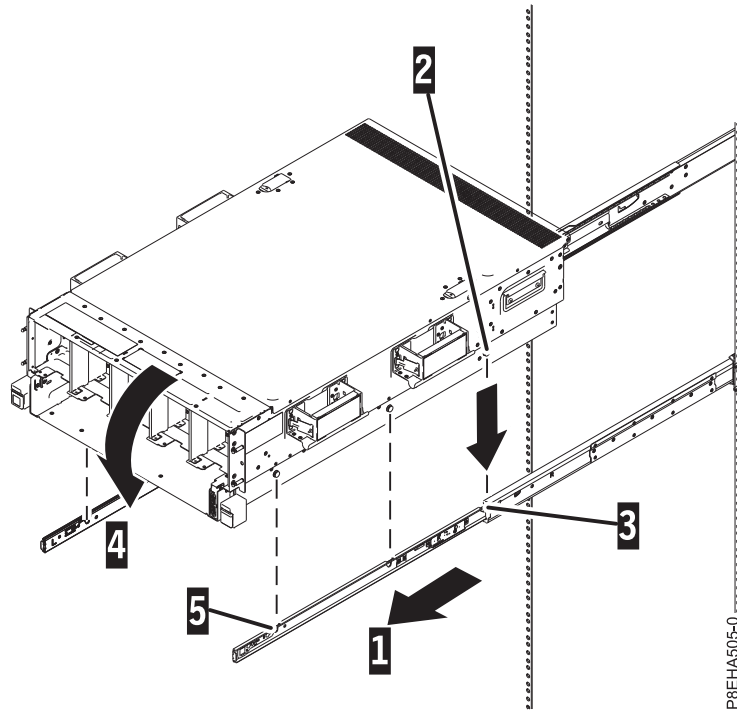

Abbildung 11. Chassis auf der Montagehardware installieren
1. Ziehen Sie die Montagehardware (1) heraus, wie in Abb. 11 auf Seite 12 gezeigt.
4. Kippen Sie die Vorderseite des Systems, sodass die Stifte an der Rückseite des Chassis (2) in die Bohrungen an der Rückseite der Montagehardware (3) eingeführt werden, wie in Abb. 11 gezeigt.
5. Kippen Sie die Vorderseite des Systems nach unten, sodass die Stifte des Chassis in die vorderen (4 und 5) und mittleren Bohrungen der Montagehardware eingeführt werden, wie in Abb. 11 gezeigt.